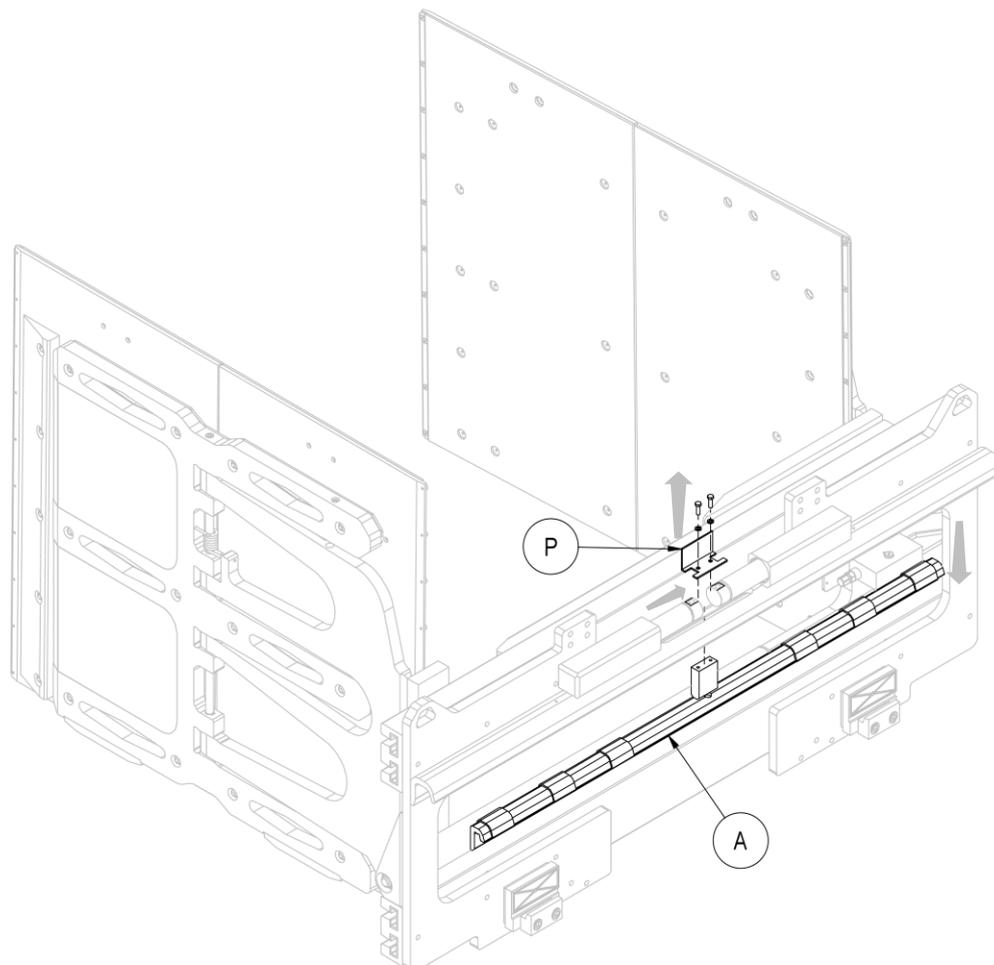
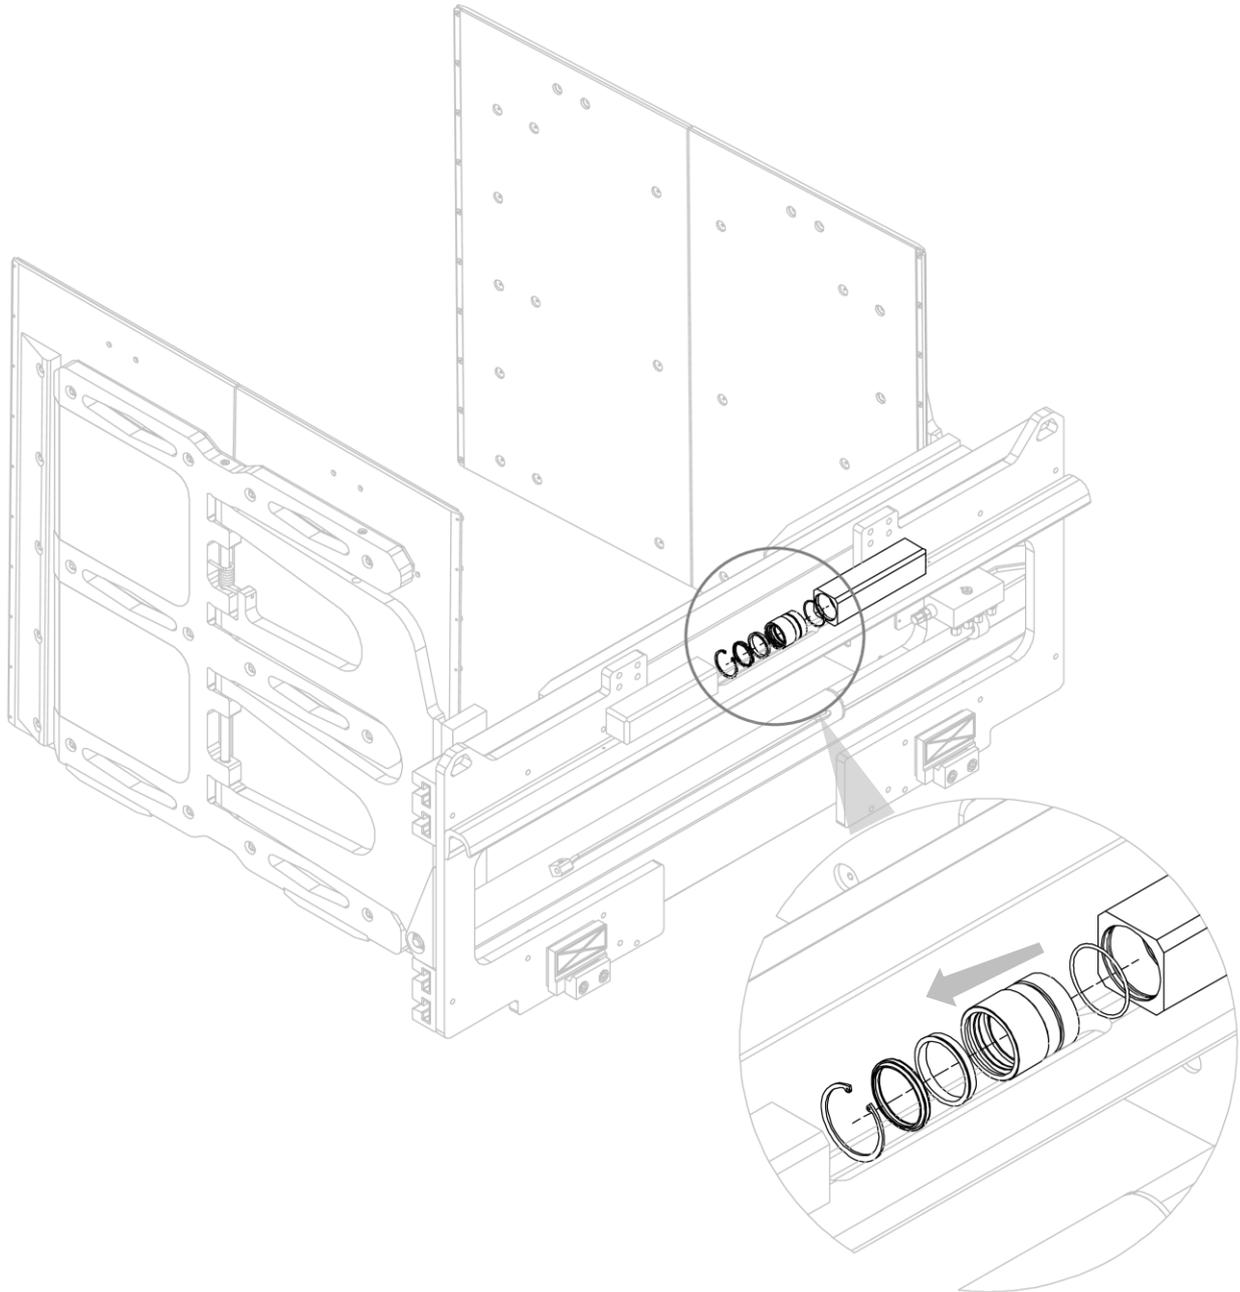

Abbildung 94
Abbildung 95
3. Haken Sie den Doppelhaken (A) aus, nachdem Sie den "Schutzbügel" (P) abgeschraubt und abgenommen haben.
7. Siehe *Abbildung 94* und *Abbildung 95*.